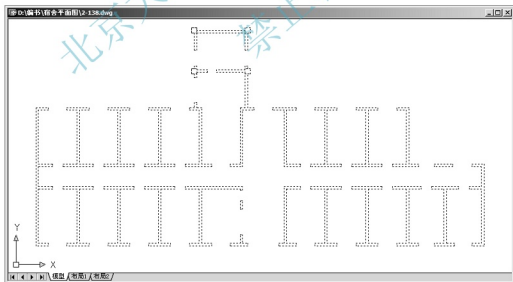

图 2.139 选择屏幕上所有显示的图形对象
② 执行菜单栏中的【修改】|【对象】|【多段线】命令,或在命令行输入“PE”并按 Enter 键,启动编辑多段线命令。
③ 在**选择多段线或 [多条(M)]:**提示下,输入“M”后按 Enter 键,表示一次要编辑多条多段线。
④ 在**选择对象:**提示下,输入“ALL”后按 Enter 键,表示选择屏幕上所有显示的图形对象作为多段线编辑命令的编辑对象,结果屏幕上显示的所有图形变虚,如图 2.139 所示。
⑤ 在**选择对象:**提示下,按 Enter 键进入下一步命令。
⑥ 在**是否将直线和圆弧转换为多段线? [是(Y)/否(N)]? <Y>:**提示下,按 Enter 键,执行尖括号内的默认值“Y”(Yes),表示将所有选中的对象转化为多段线。
⑦ 在**输入选项 [闭合(C)/合并(J)/宽度(W)/编辑顶点(E)/拟合(F)/样条曲线(S)/非曲线化(D)/线型生成(L)/放弃(U)]:**提示下,输入“J”后按 Enter 键,表示要启动【合并】子命令。这样,便将第④步全选的对象中所有首尾相连的对象连接在一起。
⑧ 在**输入模糊距离或 [合并类型(J)]<0.0000>:**提示下,按 Enter 键,表示执行尖括号内默认的模糊距离“0.0000”。